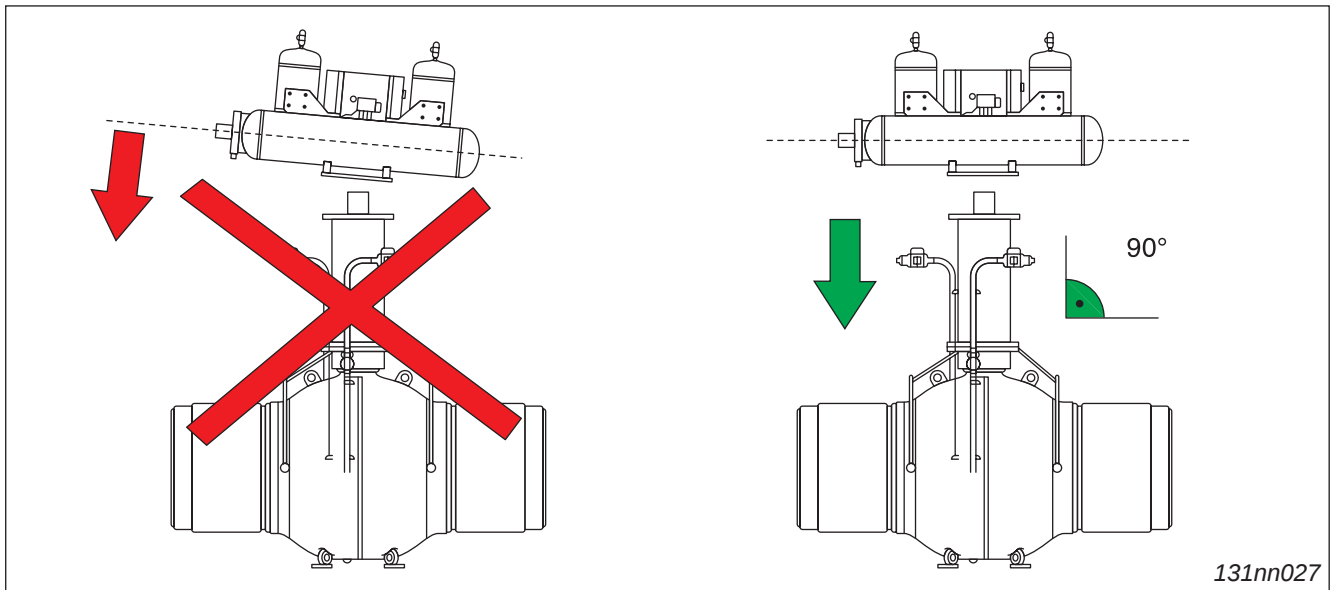

图4-1 垂直下降执行机构
将执行机构为了安装水平放在阀门上（图4-1）！只在完全下降的状态下才能校准执行机构和阀门。
5. 将执行机构缓慢垂直下降到阀门上（图4-1）。